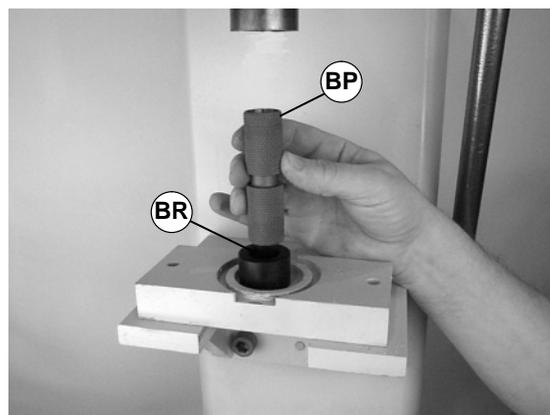

Abbildung 50
1. Den Lageramboß / das Lagerausbauwerkzeug so ausrichten (Teilnr. 25-09☆) (BR siehe Abbildung 50), daß die Vertiefung nach oben zeigt. Die Antriebsrolle (BP) auf das Werkzeug stellen.